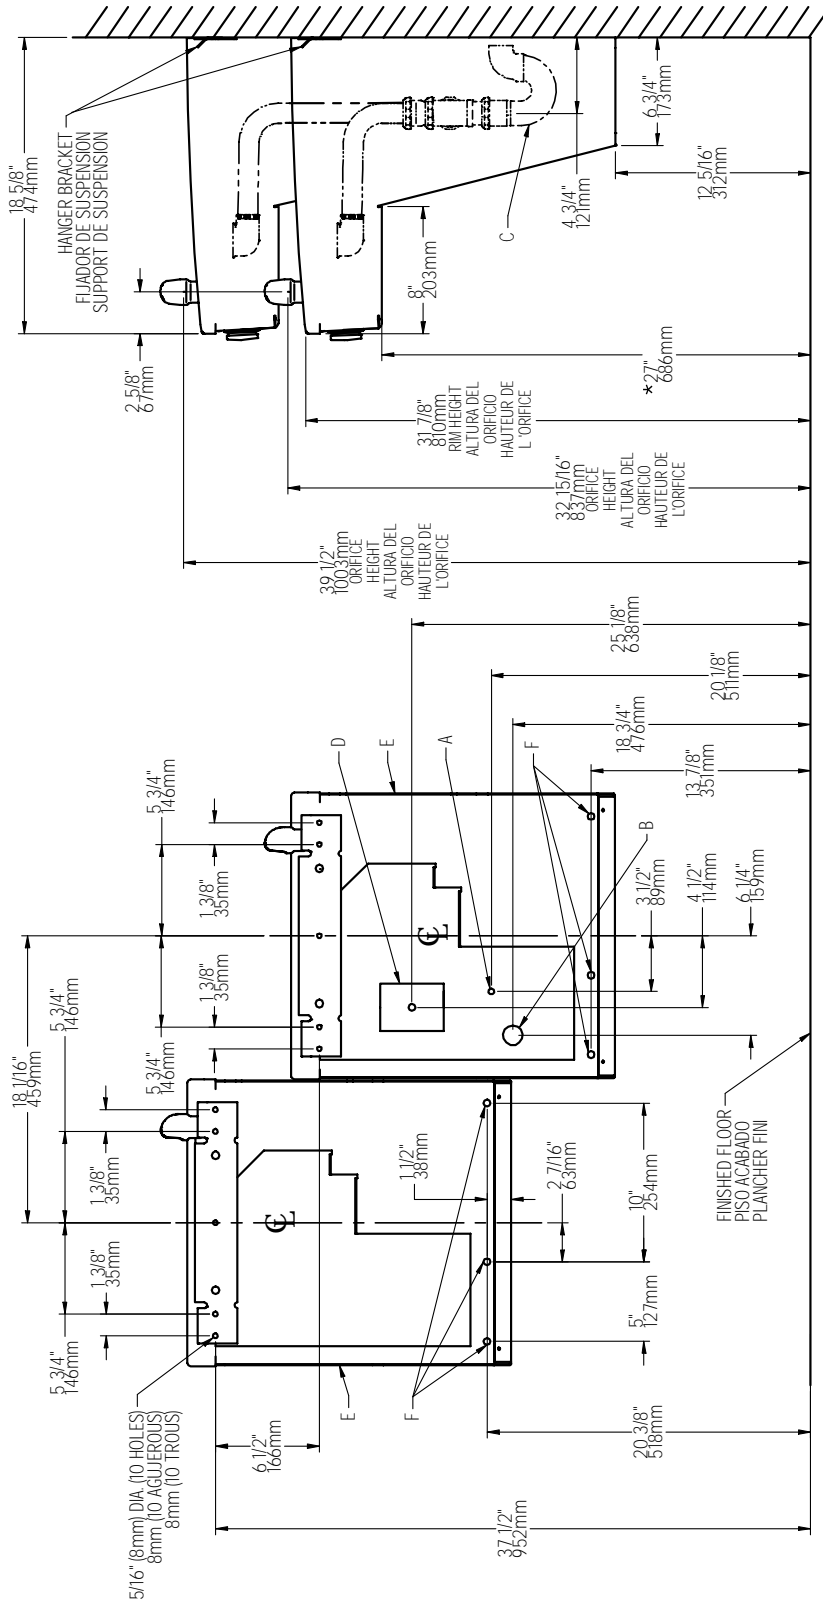

FIG. 2
- 1) Remove hanger bracket fastened to back of cooler by removing one (1) screw.
- 2) Mount the hanger bracket and trap as shown in Figure 2 or 3.
- 4) Hang the cooler on the hanger bracket. Be certain the hanger bracket is engaged properly in the slots on the cooler back as shown in Figure 2 or 3.
- 5) Loosen the two (2) screws holding the lower front panel at the bottom of cooler base and two (2) screws at the top (**Use torx bits sold separately**). Remove the front panel and set aside.
- 7) Remove the slip nut and gasket from the trap and install them on the cooler waste line making sure that the end of the waste line fits into the trap. Assemble the slip nut and gasket to the trap and tighten securely. Recommend fastening cooler to wall using 7/16 bolt holes. (See Fig. 2 or 3, "F")
- 1) Quite el fijador de suspensión sujetados a la parte posterior del enfriador quitando un (1) tornillo.
- 2) Monte el fijador de suspensión y quite el purgador como se muestra en la Fig. 2 o 3.
- 1) Retirez le support de suspension à l'arrière du refroidisseur en enlevant une (1) vis.
- 2) Installez le support et le siphon tel qu'indiqué à la fig. 2 ou 3.
- 4) Installez le refroidisseur sur le support en vous assurant que ceux-ci sont bien installés dans les fentes à l'arrière du refroidisseur tel qu'indiqué à la figure 2 ou 3.
- 5) Dégagez les deux (2) vis retenant le panneau inférieur avant au bas de la base du refroidisseur ainsi que deux (2) vis sur le dessus (**Employez le peu Torx vendu séparément**). Retirez le panneau avant et mettez-le de côté.